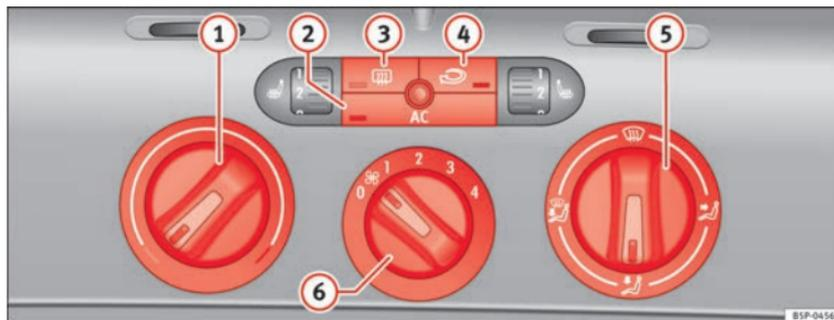

Abb. 131 In der Instrumententafel: Bedienelemente der Climatic
- Drehen Sie den Temperaturregler ⇒ Abb. 131 **1** nach rechts, bis die gewünschte Heizleistung erreicht ist.